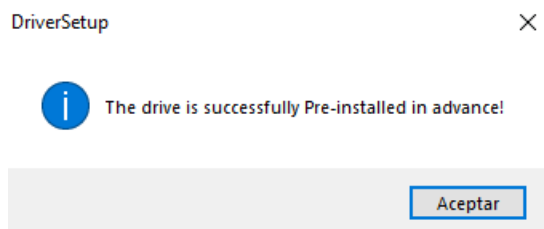

Figura B.2: Instalación correcta
4. Si la instalación se llevó a cabo correctamente, la ventana que aparecerá será la de la figura B.2. Los controladores se actualizarán automáticamente cuando se conecte la tarjeta de desarrollo Arduino Nano.